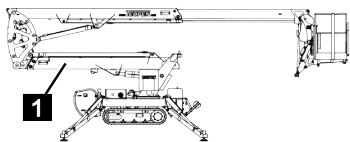

Fig. 180
4. Monter le bras inférieur (Fig.180/1), jusqu'à ce qu'il soit à l'horizontale (☞ Chapitre 7.16 „Mode d'entretien”, page 128).